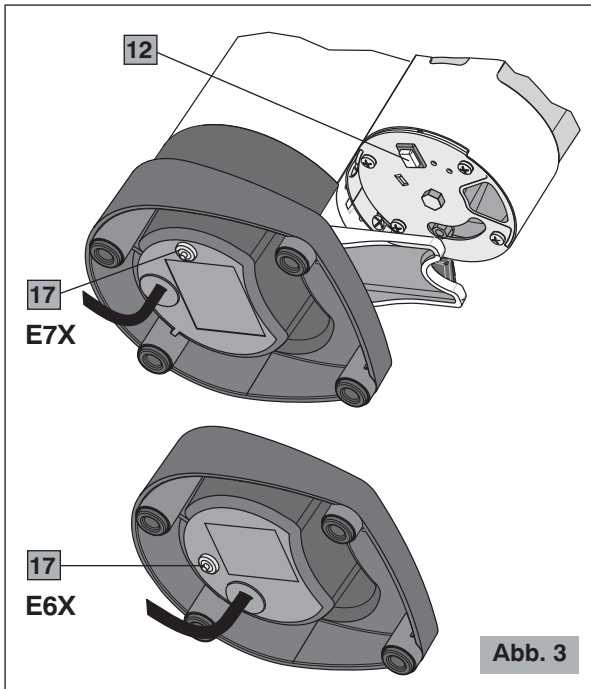
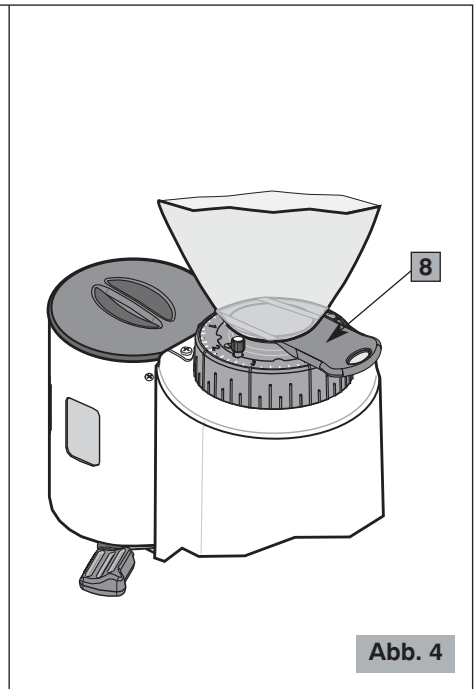

Abb. 3
Abb. 4
Hauptkomponenten (Abb. 1, Abb. 2, Abb. 3, Abb. 4)
6. Sich vergewissern, dass der Kaffeebohnenbehälter korrekt aufsitzt und der Verschluss offen ist (8 Abb. 4).